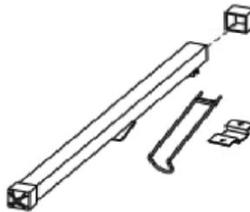

Figure 25
- Compléter l'assemblage de la traverse en fixant les capuchons de la traverse et les crochets de support comme indiqué à la Fig. 25.